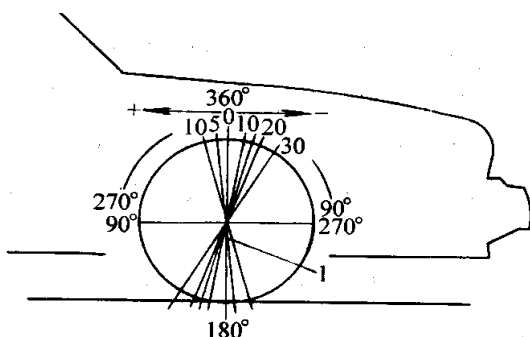

图 5.1-3
1.1.3.1 主销后倾角：主销后倾角是从车辆侧面观察，转向轴最高点偏离垂直方向的倾角，如图 5.1-3 所示。顶点向后的倾角为正(+)，而向前的倾角为负(-)。主销后倾影响转向机构的方向控制，但不影响轮胎磨损。若一个车轮较其他车轮的正主销后倾角大，会使该车轮朝车辆中心线行驶，车辆将向正主销后倾角最小的一侧偏向行驶。